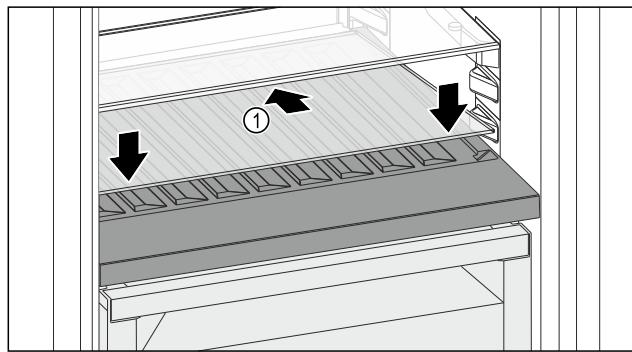

Fig. 125
- Поставете стъклена плоча Fig. 125 (1) косо и наклонена назад надолу.
- Спуснете стъклена плоча Fig. 125 (1) отпред.